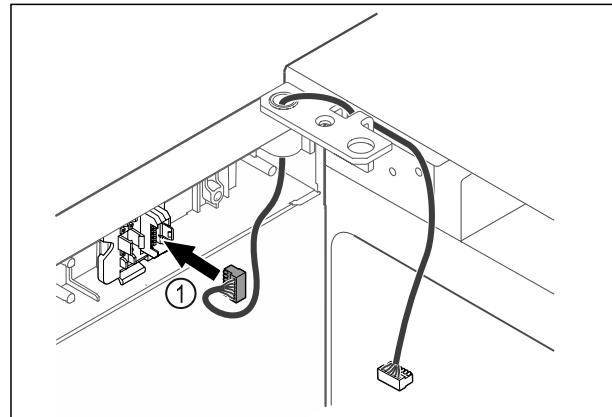

Fig. 43
- Zasuňte zástrčku Fig. 43 (1) do držiaka zástrčky.